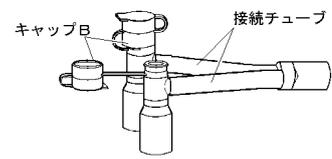

図 2
- 8) 片肺を収縮させる際は、収縮側の肺に通じるシーベルコネクタのキャップB（3.使用方法等に関連する使用上の注意の4）コネクタに関する事項の図.2参照）を開け、大気開放状態とし、さらに収縮側の接続チューブをクランプする。
- ・ 肺を収縮させる際に、何れかのキャップBを開け、大気開放状態にする。（図.2）
- ④ 片肺を収縮させる際は、収縮側の肺に通じる接続チューブをクランプする。[接続チューブ以外はクランプしないこと]
- ① サクシオンチューブには、挿入時の目安となる目盛りマーキングが施されているので参考とすること。
- ② 分泌物等の吸引は、臨床上的判断に基づき適正な吸引圧で行うこと。
- ③ 脂溶性の医薬品又は薬液等により、サクシオンチューブに使用されているポリ塩化ビニルの可塑剤（7-フルヘン-2-イソヘキシル）が溶出する可能性があるので注意すること。